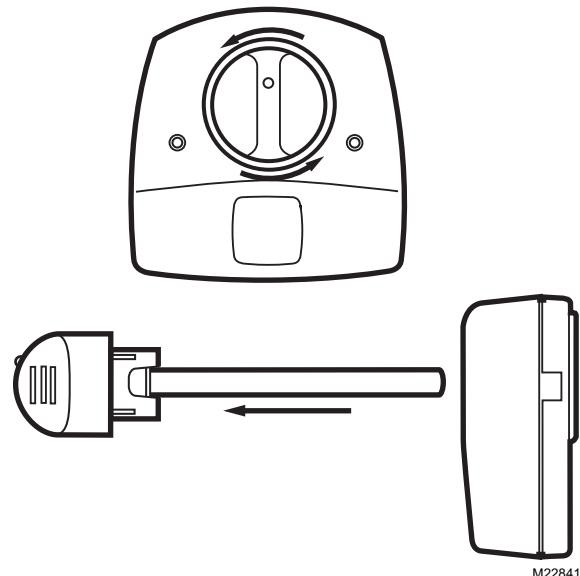

Fig. 10. Retire la bombilla de la lámpara.
3. Gire el mango de la lámpara en sentido antihorario y tire suavemente de este para quitar las bombillas. Consulte la Fig. 10.